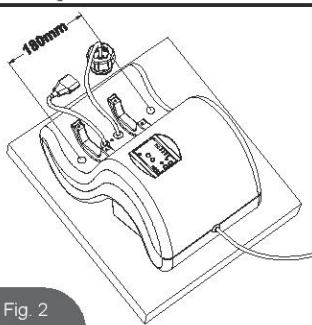

Fig. 2
2. I fori di montaggio hanno un diametro di 6,4mm e sono distanziati tra loro di 180mm. Utilizzare quindi due bulloni e dadi di bloccaggio con un diametro massimo di 6,4mm. Reinstallare la cella elettrolitica e gli altri componenti. (Vedere Fig.2)